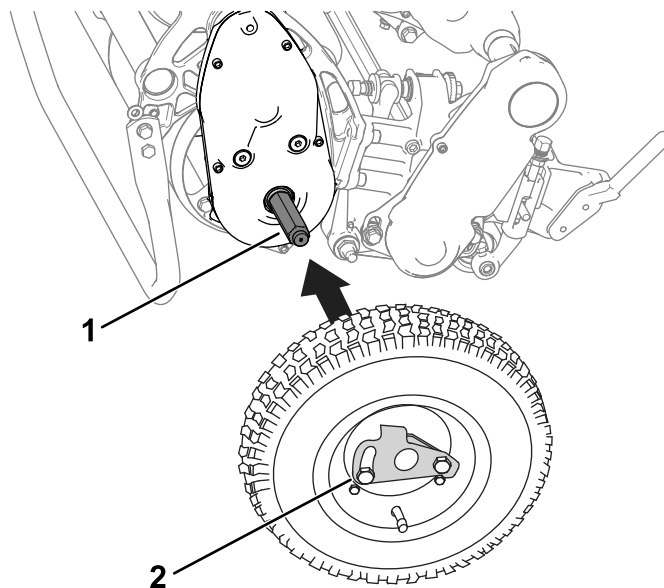

Figura 27
2. Fate scorrere una ruota su un assale (Figura 27).
3. Fate ruotare la clip di bloccaggio della ruota (Figura 27) lontano dal centro della ruota, in modo che scorra più avanti sull'assale.